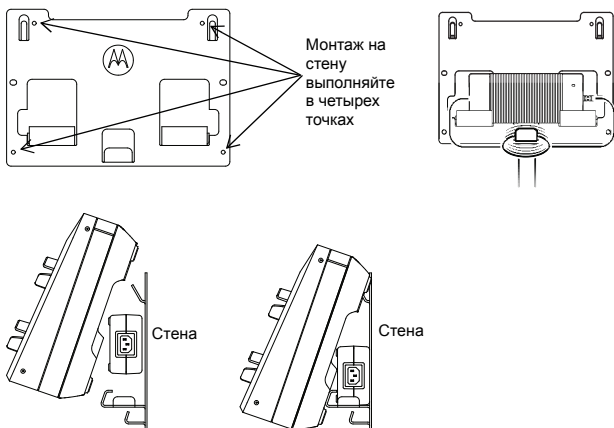

Рис. 4. Крепление многоместного зарядного устройства к настенному кронштейну
4. Установите многоместное зарядное устройство в настенный кронштейн как показано на Рис. 4.